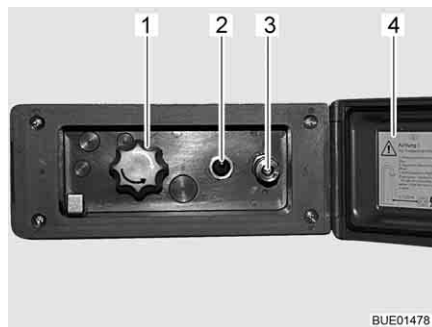

Fig. 145 Conexión de ducha exterior
- Desbloquear y abrir la tapa (Fig. 145,4).
- Conectar la manguera de la ducha exterior al cierre rápido (Fig. 145,3).
- Encender la bomba de agua con el interruptor (Fig. 145,2).
- Ajustar la temperatura del agua con el botón giratorio (Fig. 145,1) según se desee.
- Apagar la bomba de agua con el interruptor (Fig. 145,2).
- Cerrar la tapa (Fig. 145,4) y bloquearla con la llave.
- Poner el botón giratorio (Fig. 145,1) en la posición central.